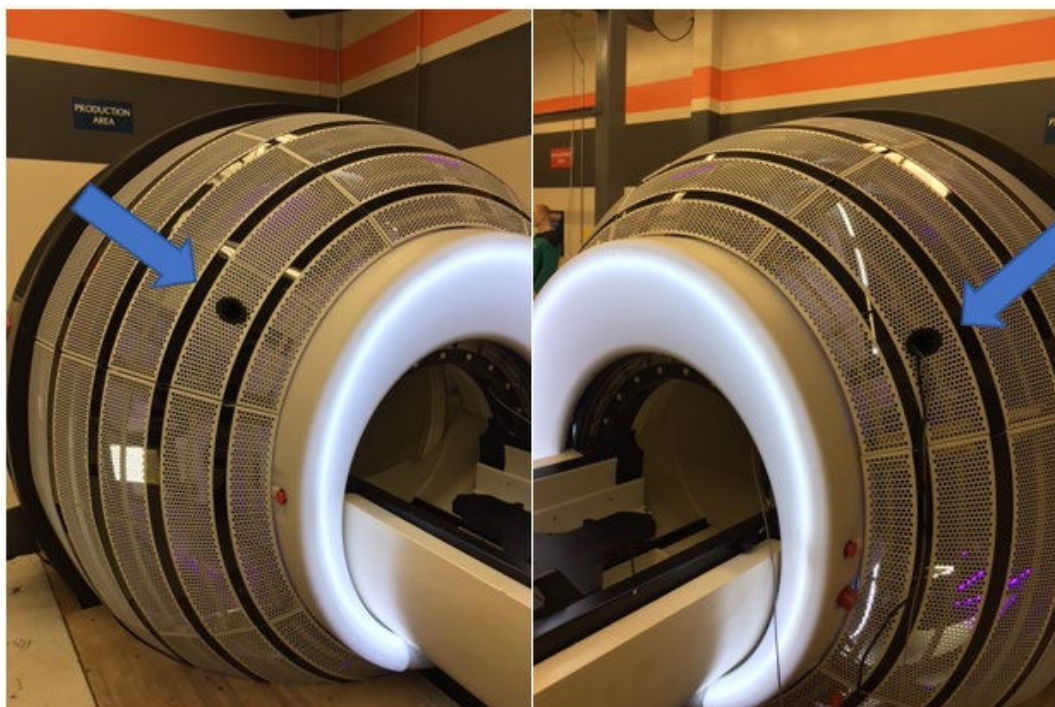

図 1-3。ケーブルの挿入
- 患者入口近くのシステムの横穴から **R232** と**電源ケーブル**を挿入します（図 1-3 を参照）。